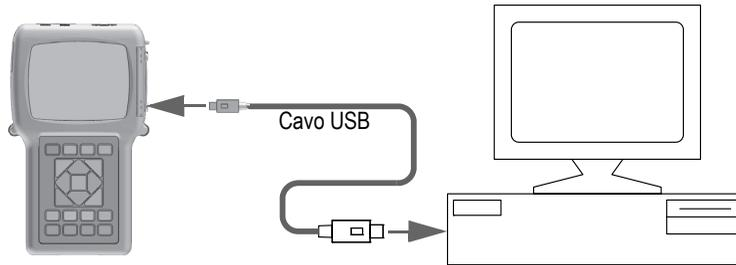

Figura 14-1 Collegamento del 38DL PLUS al computer
8. Connettere un terminale del cavo USB al connettore USB client protetto dallo sportellino I/O e connettere l'altro terminale in una porta USB del computer (vedere Figura 14-1 a pagina 273).